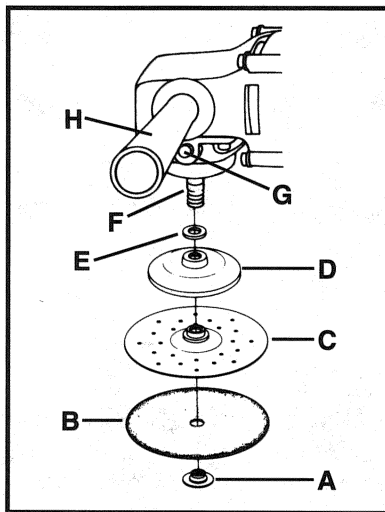

Fig. 2
Une poignée auxiliaire (H), Fig. 2, est fournie avec votre outil, et elle peut être posée d'un côté comme de l'autre du boîtier avant. On DOIT UTILISER CETTE POIGNÉE À TOUT MOMENT en vue d'un contrôle parfait de l'outil en ponçant.